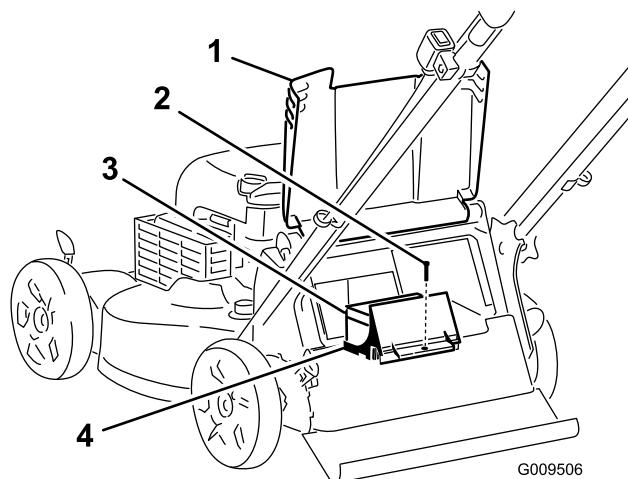

Рисунок 34
- Поднимите задний отражатель и найдите аккумуляторный отсек (Рисунок 34).